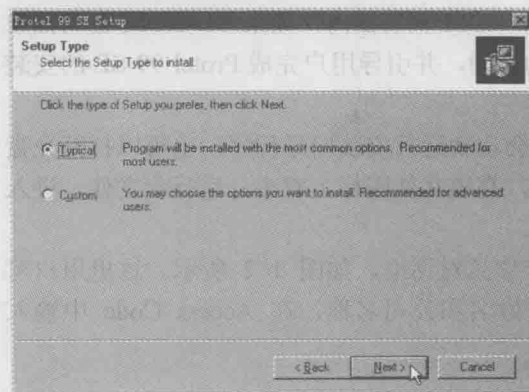

图 1-5 选择安装类型对话框
4) 选择好安装路径后, 单击“Next”按钮。系统进入选择安装类型选择对话框, 如图 1-5 所示, 一般选择 Typical (典型安装)。